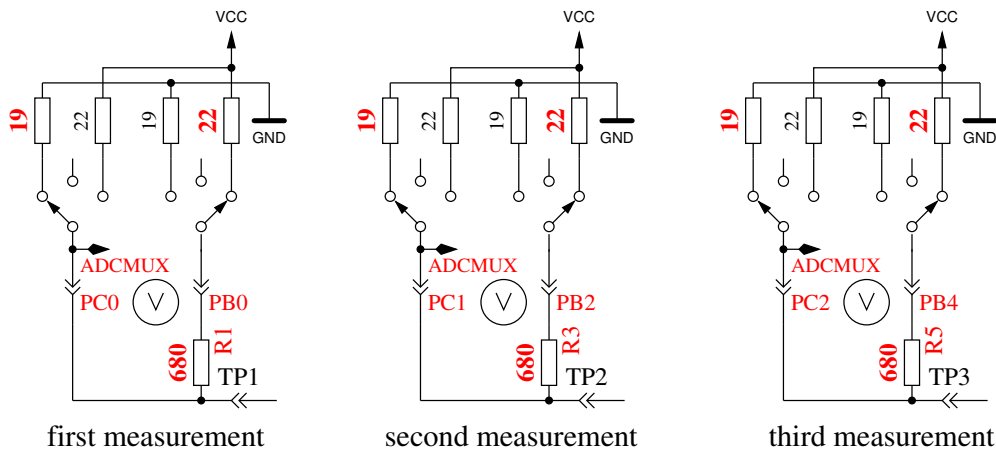

Abbildung 5.65. Messung des Innenwiderstandes von auf GND geschalteten Port-C-Ausgängen.
5. Dieser Schritt testet die **Fähigkeit von mit GND (-) verbundenen $470k\Omega$ -Widerständen (H) die Testpins auf GND zu ziehen**. Zeile 1 zeigt den Text „RH-“. Zeile 2 sollte für alle drei Pinne Null mV anzeigen.
6. Dieser Schritt testet die **Fähigkeit von mit VCC (+) verbundenen $470k\Omega$ -Widerständen (H) die Testpins auf VCC zu ziehen**. Zeile 1 zeigt den Text „RH+“. Der bestmögliche mV Wert für die drei Messungen wäre 0 in Zeile 2, da die Diffenz zu VCC dargestellt wird. Große Abweichungen vom Idealwert für Schritt 5 und 6 sind Fehler wie Isolations-Problem, Flussmittelreste oder beschädigter Port.
8. **Messung des Innenwiderstandes eines auf GND geschalteten Ausgangs**. Dieser und die folgenden Schritte werden nur bei gewählter AUTO_CAL-Option durchgeführt. Die internen Port-C-Widerstände von auf GND (-) geschalteten Ausgängen werden mit dem Strom der nach VCC (+) geschalteten 680Ω Widerstände gemessen, siehe Abbildung 5.65. Es werden nur die drei Pins des ADC-Ports vermessen, die Widerstands-Ports PB0, PB2 und PB4 können nicht ohne Veränderung der Hardware gemessen werden. Es wird angenommen, dass die Portwiderstände von unterschiedlichen Ports nahezu identisch sind. Der Widerstandswert wird im nächsten Schritt mit ausgegeben.